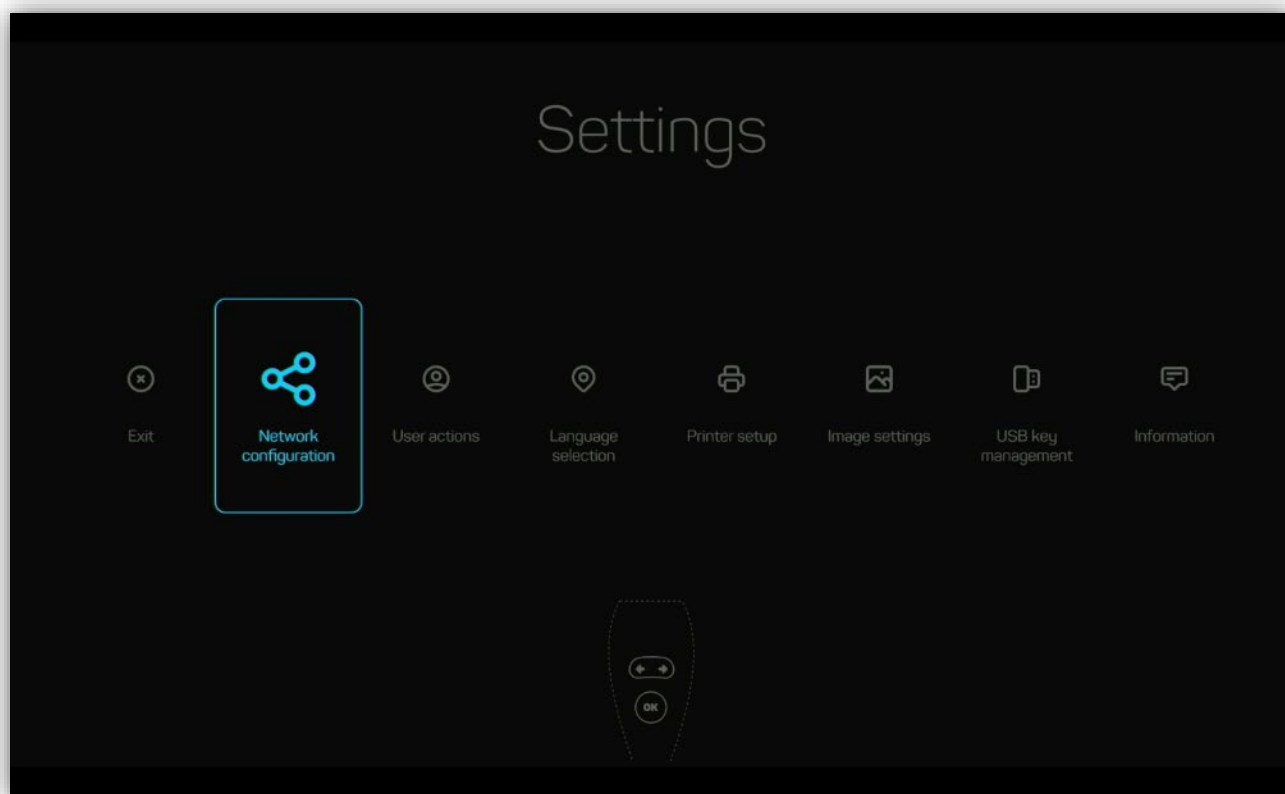

Figura 10 - Menú Configuración
- Para configurar el dispositivo, en el menú de bienvenida seleccione Configuración para acceder al menú Configuración (ver Figura 10).